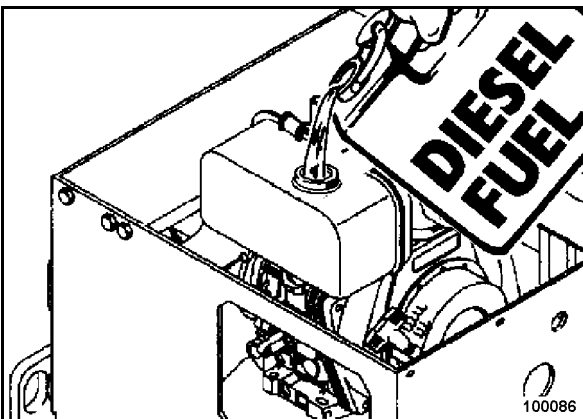

рис. 48
- Очистить пространство возле наливного отверстия (рис. 48).